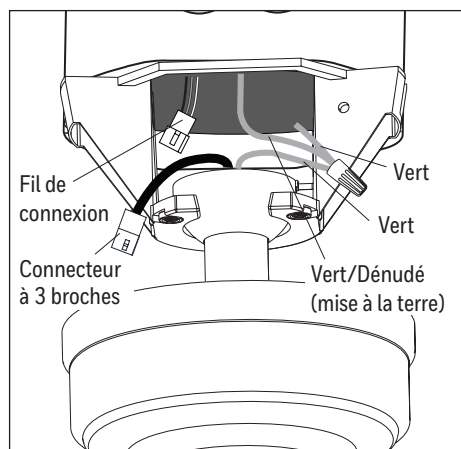

Figure 5.2
2. Raccordez le connecteur à 3 broches sortant de la tige au connecteur à 3 broches du fil de connexion. Ensuite, raccordez le fil d'alimentation vert/dénudé (mise à la terre) aux fils verts de la tige et du support de fixation (Figure 5.2).